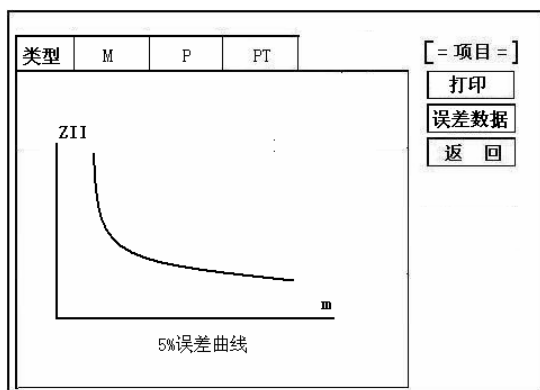

图 22
相应测试项目, 即进入误差曲线界面 (图 22)
C. 保护用电流互感器二次负荷应满足 5% 误差曲线的要求, 只要电流互感器二次实际负荷小于 5% 误差曲线允许的负荷, 在额定电流倍数下, 合格的电流互感器的测量误差即在 5% 以内。二次负荷越大, 电流互感器铁心就越容易饱和, 所允许的电流倍数就越小。因此, 5% 误差曲线即 n/ZL 曲线为图 22 所示曲线。